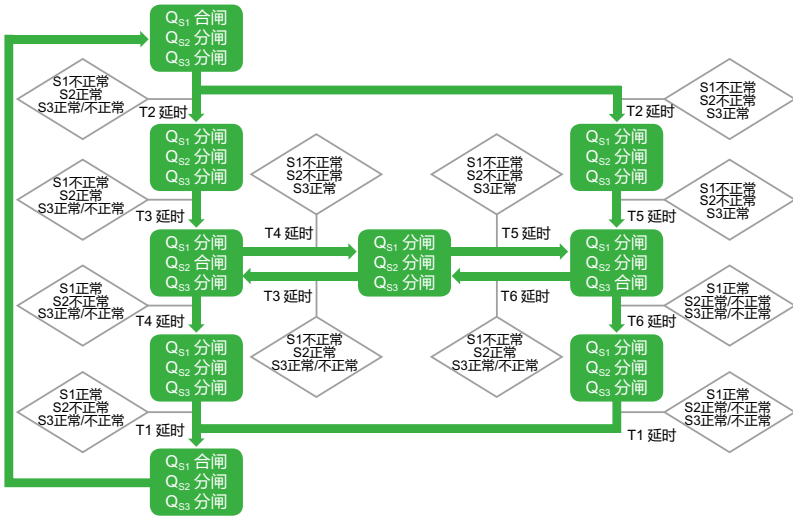

图 12-TA 控制器不自复流程
不自复 (SR)-S1 和 S2 的电源投入优先等级一致，S3 电源等级比 S1/S2 电源等级低（详见图 12-TA 控制器不自复流程）